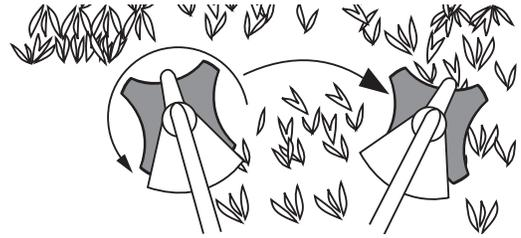

Fig. 26
- Mueva la unidad de su izquierda a derecha hacia el material que va a cortar (Fig. 26).